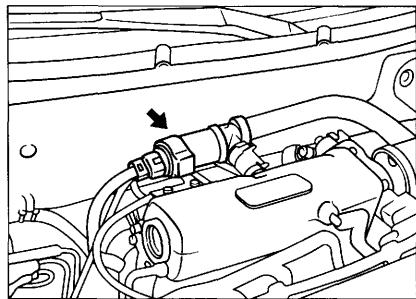

Рис. 13. Механизм управления частотой вращения холостого хода
– Механизм управления частотой вращения холостого хода (Механизм ISC рис. 13) имеет две катушки, управляемые отдельно с помощью инверсных сигналов, поступающих с ЭБУ и обеспечивающих взаимодействие электромагнитных сил на катушках. Результатом такого взаимодействия будут различный углы поворота шагового электродвигателя. При наличии механизма управления частотой вращения холостого хода организуется перепускной шланг, подключенный параллельно дроссельной заслонке.